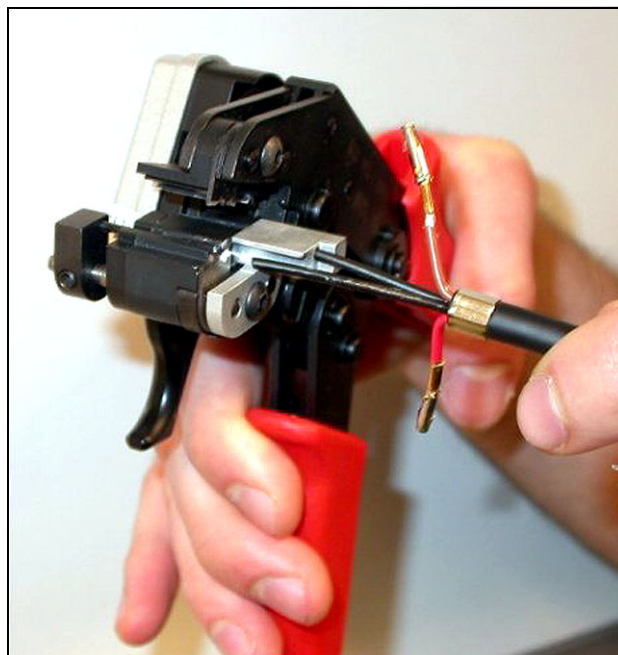
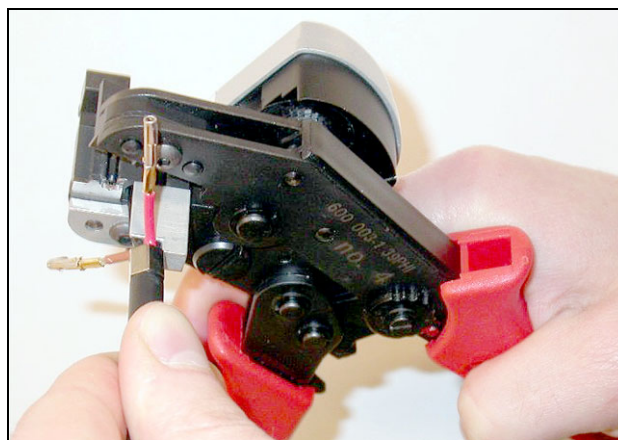

Abbildung 29.16: LWL schneiden (1)
Abbildung 29.17: LWL schneiden (2)
- 13 Kunststofflichtwellenleiter in das POF-Cutter-/Abisolierwerkzeug (Werkzeug 6) schieben. Den LWL, der abgeschnitten werden soll, in die kleine Führungsöffnung und den anderen in die große setzen (siehe Abbildung 29.16). Die Buchse muss am Anschlag anliegen (siehe Abbildung 29.17).